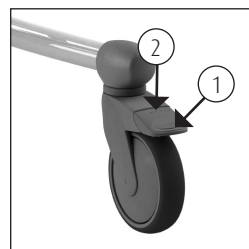

Figura 2 Ruota girevole.
- Il freno può essere azionato sulla Reflex premendo il labbro blu (1) sulla ruota verso il basso (vedere figura 2).
- Per togliere il Reflex dal freno, lo stesso labbro del freno è stato posizionato sul. La ruota deve essere spostata verso l'alto battendo sul lato superiore del labbro (2) (vedere figura 2).